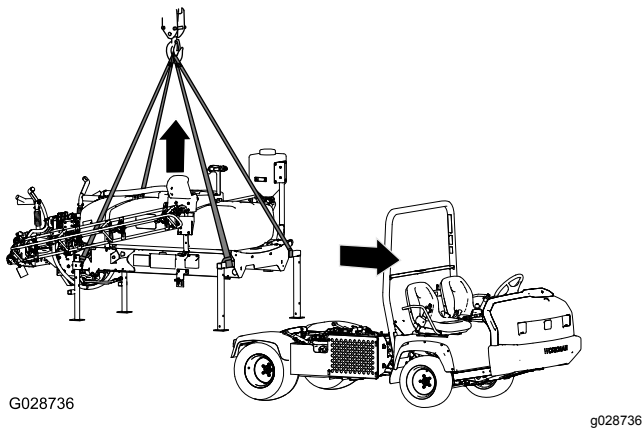

Bild 107
1. Senken Sie die Ausleger auf ungefähr 45° ab und drehen sie dann nach vorne (Bild 107).
7. Heben Sie das Behältergestell so weit an, dass das Gestell nicht die Maschine berührt (Bild 107).
5. Befestigen Sie die Hebevorrichtung an den horizontalen Rohren der vorderen Stützböcke und der vertikalen Strebe der hinteren Stützböcke (Bild 107).